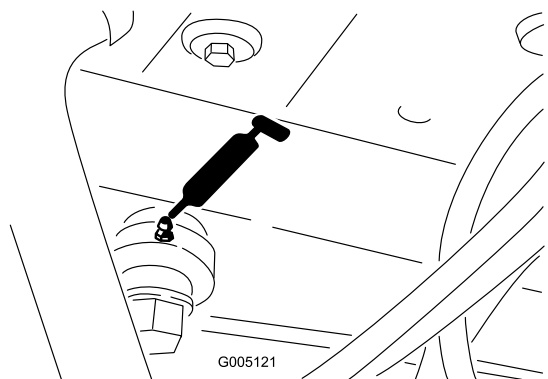

Figure 34
- Extrémité de vérin de direction (Figure 34).